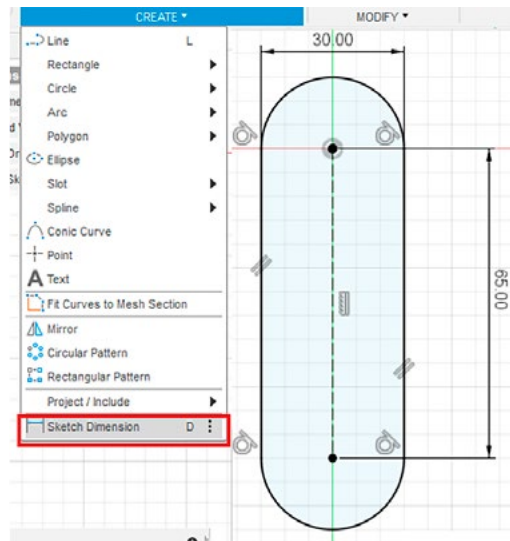

Рис. 4
2.3. Укажите размеры. Воспользуйтесь инструментом SKETCH DIMENSIONS вкладки CREATE (рис. 4).